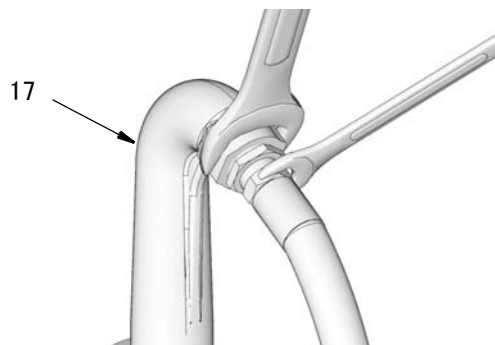

图 35
5. 在相反方向上，使用两个扳手面将软管一端与出口 (17) 相连接，将软管紧固到出口接头 (图 35) 上。